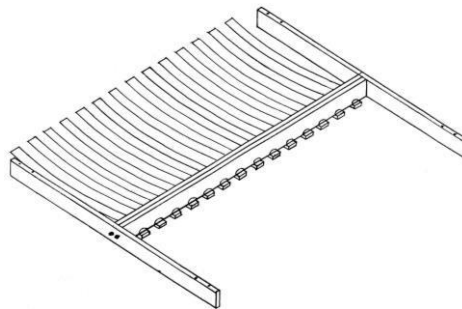

Рисунок 2
2. Установите на одном спальном месте гнutoкклеенные планки (латофлексы) **выгнутой стороной вниз** одним концом до упора в латодержатели, установленные на центральном бруске (рисунок 2).